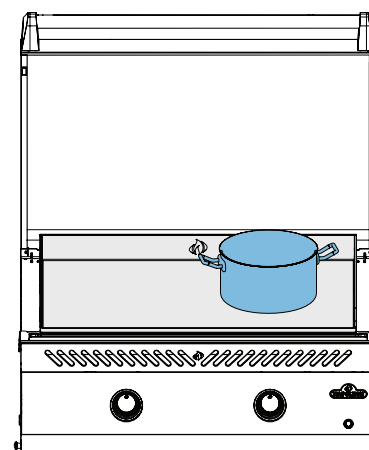

Fig. 3
- Brug stegepladen til at varme saucer. Placer gryder eller pander i den ene side over lav til medium varme. (Fig. 3)